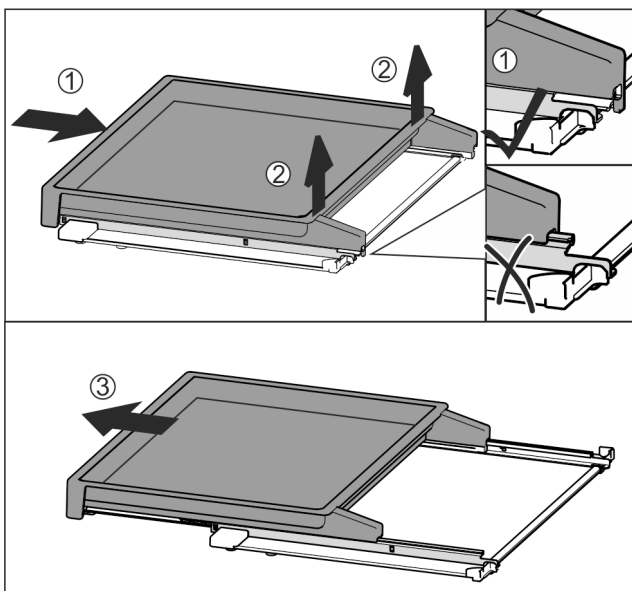

Fig. 112
- Insérer complètement la bordure télescopique Fig. 112 (1).
- La désenclencher à l'arrière Fig. 112 (2).
- Sortir la bordure télescopique par l'avant Fig. 112 (3).